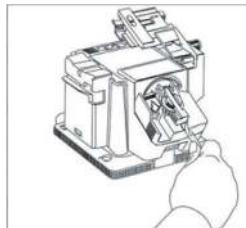

Рис. 3
1. Установите блок заточки свёрл (4) на силовой блок (8).
3. Установите зажимное устройство со сверлом в V-образную направляющую (13), совмещая пазы сбоку.
7. Перемещайте V-образную направляющую в направлении шлифовального диска (3), затем снимите зажимное устройство со сверлом.
8. Поместите зажимное устройство со сверлом в направляющее отверстие в центре шлифовального диска (Рис. 3).
- 9.** Включите силовой блок (8) (*выключатель в положение «ВКЛ.»*).